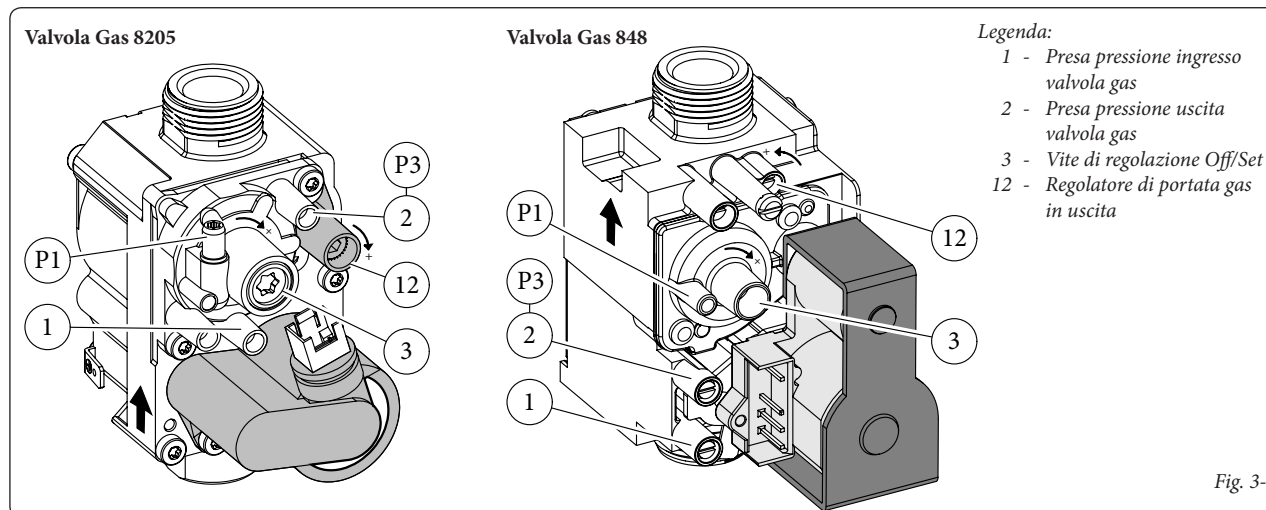

Fig. 3-4
Entrare in fase spazzacamino senza effettuare prelievi di acqua sanitaria e portare i selettore riscaldamento al minimo (ruotarlo senso antiorario fino a visualizzare "0" sul display). Per avere un valore esatto della  $CO_2$  nei fumi è necessario che il tecnico inserisca fino in fondo la sonda di prelievo nel pozzetto, quindi verificare che il valore di  $CO_2$  sia quello indicato nella tabella seguente, in caso contrario regolare sulla vite (3 Fig. 3-4) (regolatore di Off-Set). Per aumentare il valore di  $CO_2$  è necessario ruotare la vite di regolazione (3) in senso orario e viceversa se si vuole diminuire.
Al termine della regolazione della  $CO_2$  minima mantenendo la funzione spazzacamino attiva portare il selettore riscaldamento al massimo (ruotarlo in senso orario fino a visualizzare "99" sul display). Per avere un valore esatto della  $CO_2$  nei fumi è necessario che il tecnico inserisca fino in fondo la sonda di prelievo nel pozzetto, quindi verificare che il valore di  $CO_2$  sia quello indicato nella tabella seguente, in caso contrario regolare sulla vite (12 Fig. 3-4) (regolatore portata gas). Per aumentare il valore di  $CO_2$  è necessario ruotare la vite di regolazione (12) in senso orario per la valvola gas 8205 e in senso antiorario per la valvola del gas 848 e viceversa se si vuole diminuire.